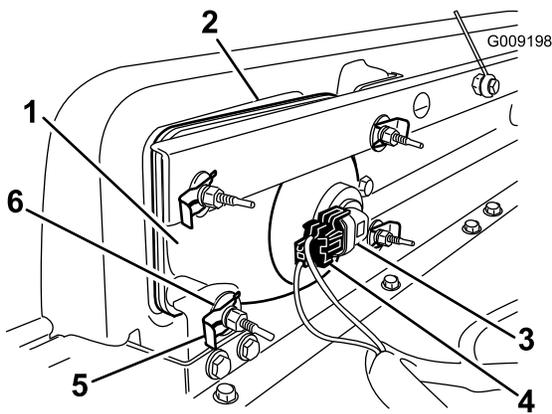

Bild 34
2. Schieben Sie den Scheinwerfer nach vorne durch die Öffnung in der vorderen Stoßstange und entfernen Sie ihn (Bild 34).
3. Setzen Sie den neuen Scheinwerfer durch die Öffnung in der Stoßstange ein (Bild 34). Achten Sie darauf, dass die Ausrichtungspfeile mit den Löchern in der Befestigungshalterung in der Stoßstange ausgefluchtet sind.